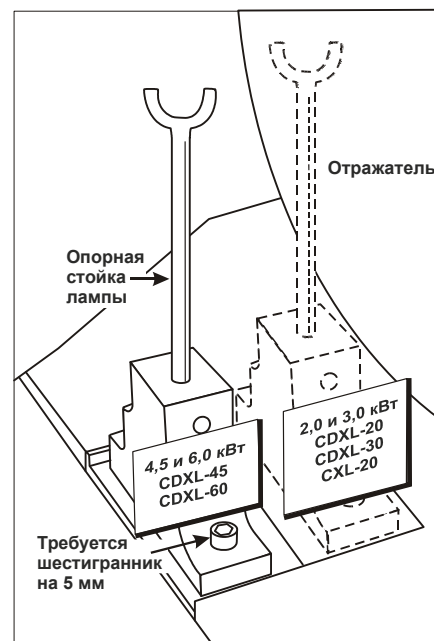

Рис. 2-20 Расположение опорной стойки лампы
2. Установите опорную стойку лампы в соответствии с типом лампы. Проверьте соответствие положения опорной стойки лампы типу лампы, которая будет установлена в проекторе. Табл. 2.2 содержит список типов ламп, совместимых с проектором CP4230, с указанием положения опорной стойки (Рис. 2-20).